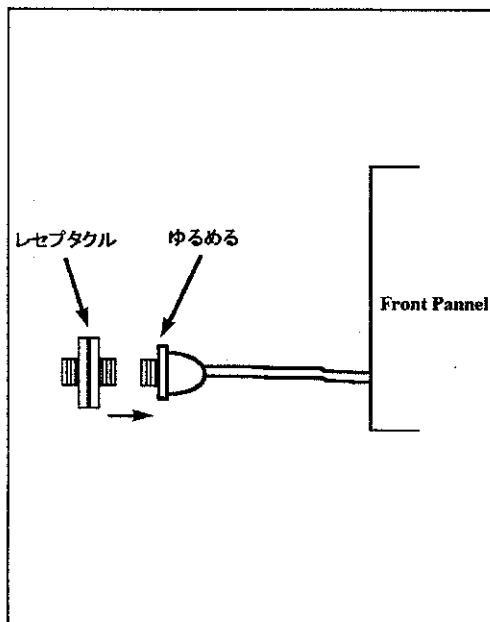

図 2-5 コネクタ清掃③
- (3) レセプタクルの内側のコネクタのネジをゆるめ、コネクタを抜き出します。[図 2-5 参照]